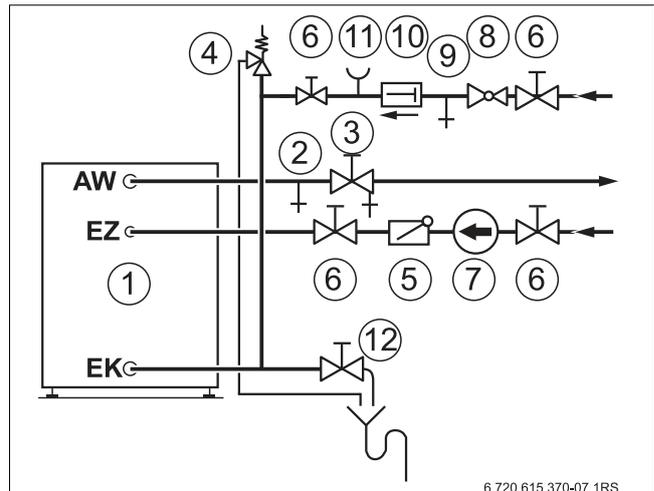

Рис. 7 Монтаж (принципиальная схема)
- ▶ Закройте запорный кран на входе холодной воды EK (→ рис. 7, [6]).
- ▶ Полностью слейте воду через сливной кран (→ рис. 7, [12]) - в т.ч. из нижней части бака.